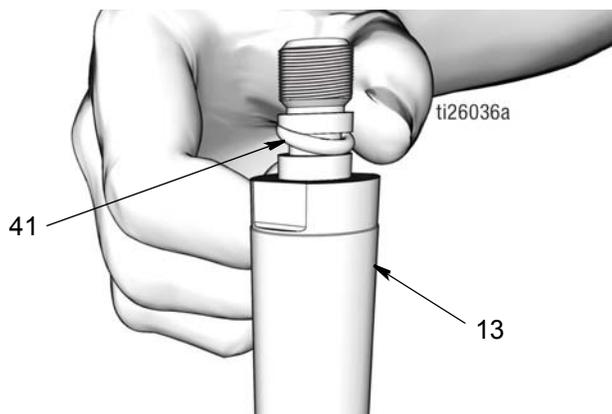

FIG. 47
- Limpié el vástago del pistón (13) y el pistón (6) con un paño limpio para eliminar cualquier resto de suciedad o contaminantes. Inspeccione las superficies en busca de arañazos o daños. Reemplace las piezas dañadas.
- Aplique una capa fina de grasa en la junta tórica (41). Coloque la junta tórica sobre las ranuras del vástago del pistón (13) (FIG. 47).